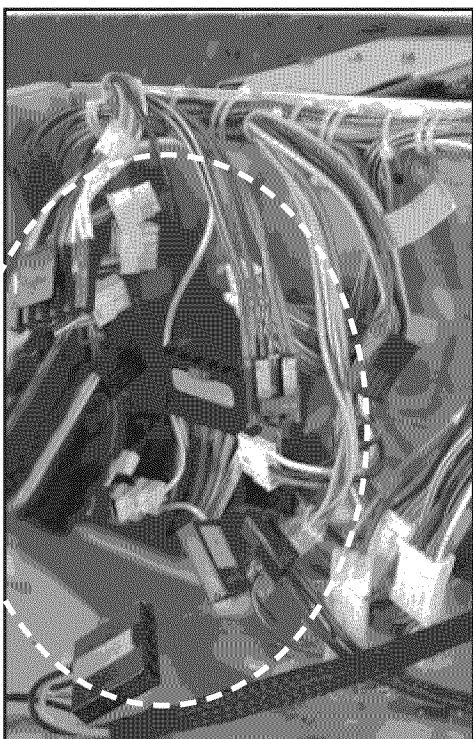

FIGURE 18
23. Débrancher les 4 connecteurs (2, 3, 5 et 6 broches - 1 de chaque) pour laisser un dégagement suffisant pour effectuer les connexions de la trousse de dépannage. Voir Figure 18.